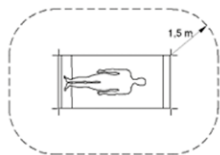

Fig. 2
- ⚠ Changez les piles en dehors de l'environnement du patient (à au moins 1,5 mètre du patient ou de son accompagnateur conformément à la norme CEI 60601-1, voir la figure 2). Laissez l'appareil refroidir avant de changer la pile.